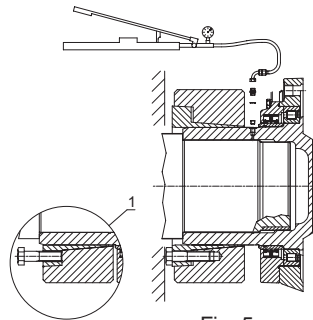
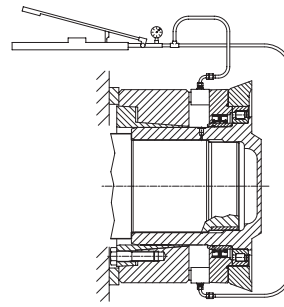

Fig. 5
Fig. 6
- 2) Dans le cas où les bagues ne se sépareraient pas spontanément après avoir desserré les vis, en déplacer quelques-unes dans les trous d'extraction de la bague intérieure (Fig.5 détail 1) et en les vissant, séparer cette dernière de la bague extérieure.
- 3) Faire coulisser l'accouplement axialement comme indiqué en fig.5 pour utiliser l'orifice G 1/8" qui permet le remplissage d'huile sous pression (1000 bar maximum), afin de faciliter le démontage du réducteur de l'arbre de la machine. Si le réducteur ne se libère pas avec la méthode décrite plus haut, car l'accouplement de l'arbre ne garantit pas la tenue de la pression, il sera alors possible d'agir comme représenté en fig. 6. Si l'espace à disposition le permet, utiliser deux pous-seurs hydrauliques pour faire réaction sur les 2 bossages à 180° qui se situent sur le couvercle porte-joints, sans toutefois dépasser les charges axiales suivantes.
- 2) Si a pesar de haber aflojado los tornillos los anillos no se separan, hay que transferir algunos tornillos a los agujeros de extracción del anillo interior (Fig. 5, 1) y separar el anillo interior del exterior al atornillarlos.
- 3) Hacer que el empalme se desplace en dirección axial (Fig. 5) y aprovechar el agujero de 1/8" G por el que entra aceite a presión (máx. 1000 bar) para separar al reductor del eje. Si con este método el reductor no se libera porque el acoplamiento del eje no asegura que se mantenga la presión, hay que proceder como se describe en la Fig. 6. Si el espacio disponible lo permite, hay que hacer reacción con los empujadores hidráulicos en 2 remaches de la tapa portaguarniciones situados a 180° en sin sobrepasar las siguientes cargas axiales.
- 2) Caso os anéis não se separem espontaneamente depois do afrouxamento dos parafusos, transferir alguns nos furos de extração do anel interno (Fig. 5 detalhe 1) e, aparafusando-os, separar este último do anel externo.
- 3) Deslizar a junta axialmente como mostrado na Fig. 5 para permitir a utilização do furo G 1/8", que permite a entrada de óleo sob pressão (máx. 1000 bar) para facilitar a desmontagem do redutor do eixo da máquina. Se com esse método o redutor não se liberar, desde que o acoplamento do eixo não assegure a manutenção da pressão, será possível agir, se o espaço o permitir, no modo representado na fig. 6, utilizando empuradores hidráulicos, fazendo reação nos 2 pinos a 180° que se encontram na tampa porta-retentores, prestando atenção para não superar as seguintes cargas axiais.